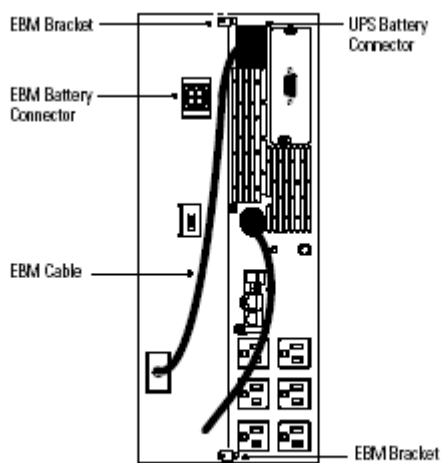

Figure 21. EBM Connections
6. Neues Batteriemodul wie in Abb. 21 gezeigt an die USV-Einheit anschließen.